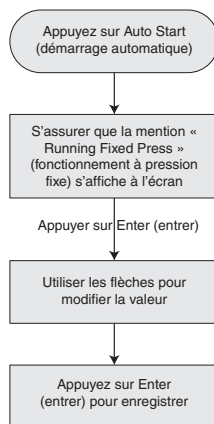

Figure 13 – Modifier le point de réglage du PSI pendant le fonctionnement de la pompe.
- Suivre la séquence de pression des touches illustrée à la figure 13 pour effectuer le changement souhaité. Ce paramètre permet de modifier le Setpoint (point de réglage) *Internal* (interne) ou *External* (externe), en fonction de celui qui est référencé au moment de la modification.